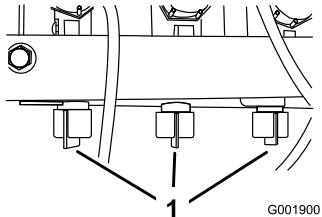

Bild 29
- Stellen Sie das Sicherheitsventil des Auslegers (Bild 29) unter dem Auslegersteuerventil des Auslegers ein, den Sie abgestellt haben, bis der am Druckmanometer angezeigte Druck dem Wert in Schritt 9 entspricht.